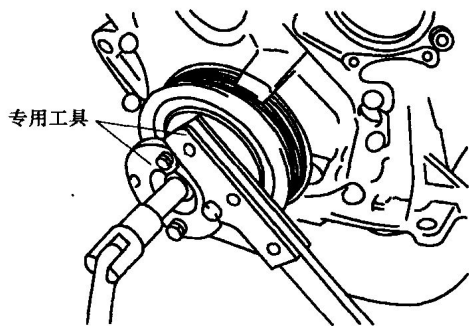

图 1-11 拆下曲轴传动带轮螺栓
① 使用专用工具, 拆下传动带轮螺栓, 如图 1-11 所示。